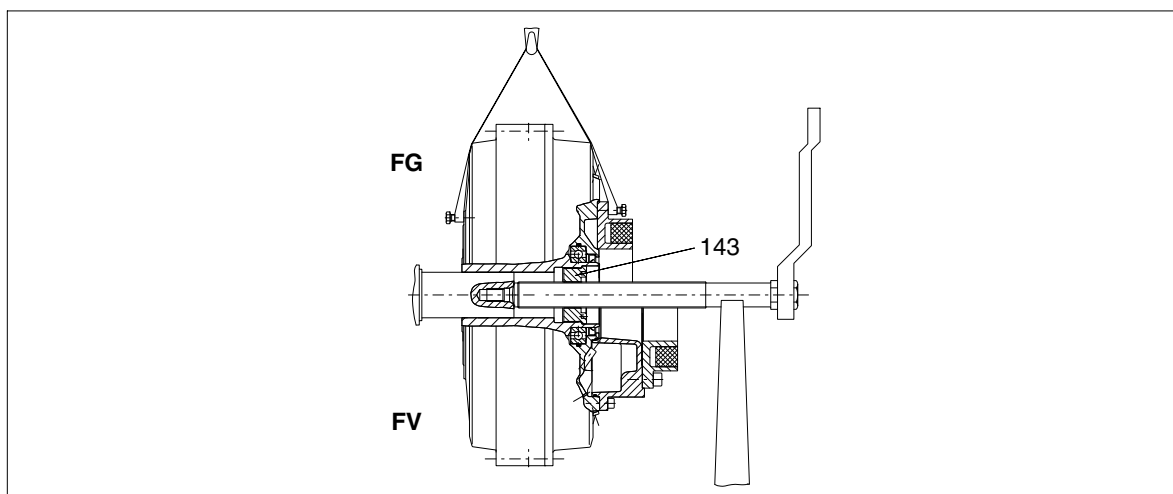

Bild 15: Spindelunterstützung
- Spindel in das vorhandene Abdrückgewinde (Maß G) der Buchse (143) einschrauben und bis gegen die Wellenstumpfstirnseite in die Schutzsenkung des Zentriergewindes vordrehen (Bild 15)
- Spindel unterstützen, um Biegung und Verkanten zu vermeiden (siehe Bild 15).